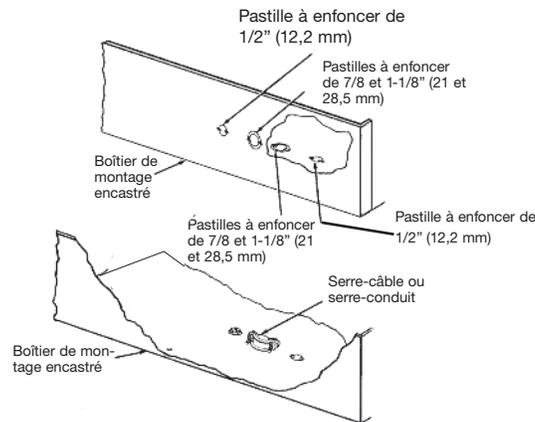

Figure 6
- Enlevez le boîtier de montage encastré (Figure 6) du carton contenant l'enceinte de montage encastré, de type REA.
- Retirez l'une des ouvertures amovibles près de la vis de terre et installez un connecteur de câble ou de conduit (Figure 6).